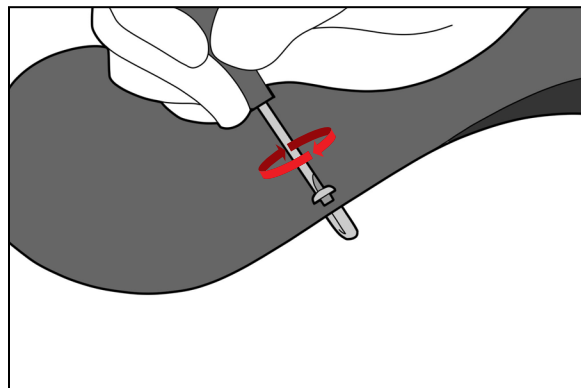

Fig. 8
4. Dra åt skruven med hjälp av en 1/8-tums spårskruvmejsel tills den sitter ordentligt. (Fig. 8).